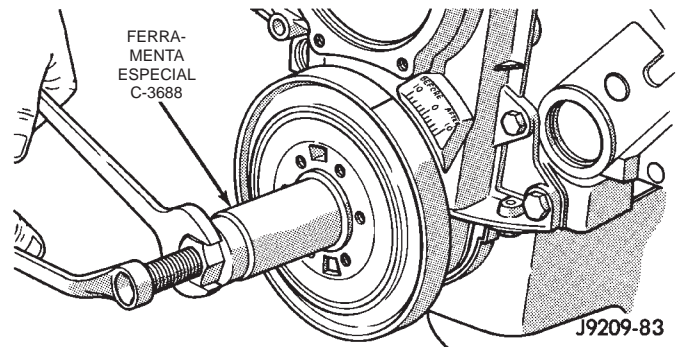

Fig. 38 Instalação do Abafador de Vibração
- (1) Posicione o abafador de vibração no eixo de manivelas.
- (2) Coloque a ferramenta de instalação, parte do Conjunto da Ferramenta do Extrator C-3688, na posição adequada e pressione o abafador de vibração no eixo de manivelas (Fig. 38).